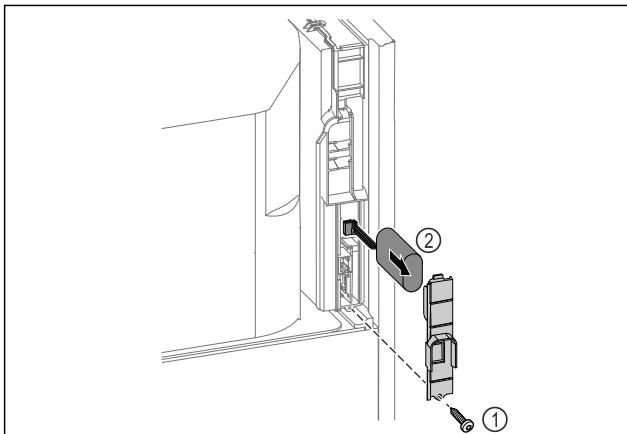

Fig. 254
- ▶ Ξεβιδώστε τη βίδα και αφαιρέστε το κάλυμμα στην πίσω πλευρά της συσκευής Fig. 254 (1).
- ▶ Αποσυνδέστε και τραβήξτε έξω την μπαταρία Fig. 254 (2).